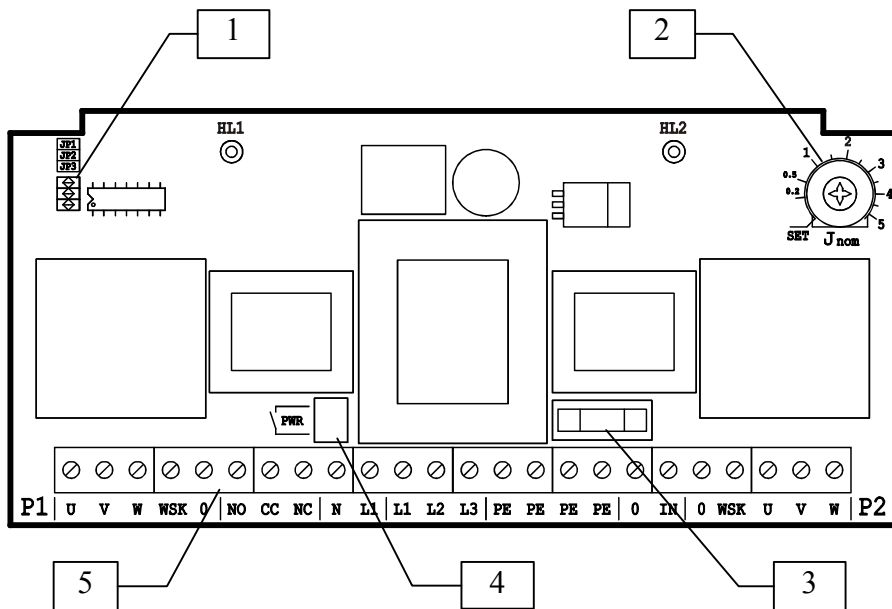
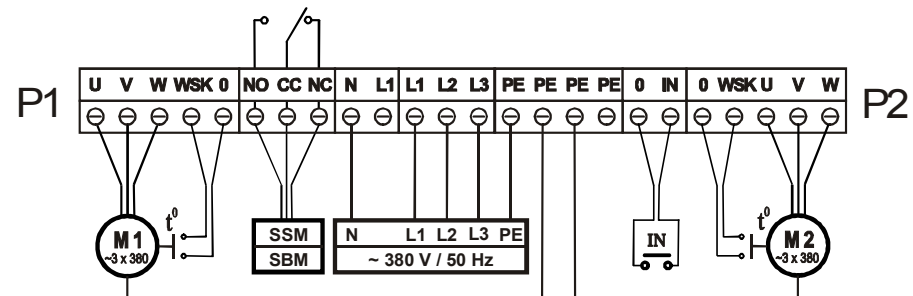
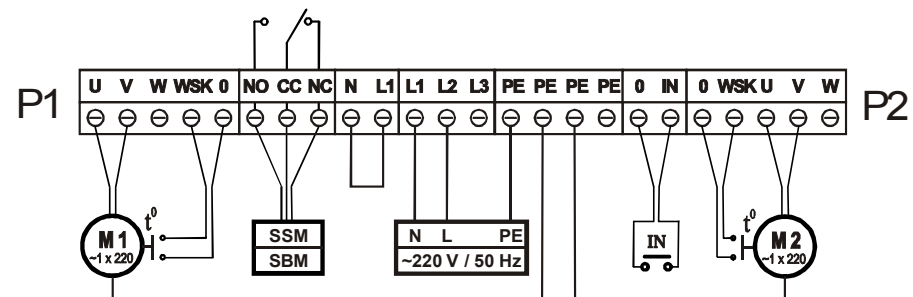

Рис. 2 Внутренний вид прибора
Рис. 3 Схема подключения прибора к трехфазной электросети
Рис. 4 Схема подключения прибора к однофазной электросети
5.2 Внутренний вид прибора (рис. 2)
- для подключения питающей электросети необходимо использовать соответствующие клеммы и кабель с сечением соответствующим току потребляемому двигателями. Схемы подключения питающей электросети в зависимости от количества фаз приведены на рис.3 и рис.4:
L1, L2, L3, N, PE -клеммы для подключения к трехфазной электросети ~380 В,50 Гц (рис.3);
L1, L2, PE - клеммы для подключения к однофазной электросети ~220 В,50 Гц: L2-фаза, L1-нейтраль. Так же необходимо соединить переключкой клеммы N и L1 (рис.4);
- при подключении внешнего устройства сигнализации неисправности/работы используется выход **SSM/SBM** -клеммы **NO**, **CC**, **NC** (рис.3, рис.4). При помощи перемычки **JP3** (рис.2, поз.1), устанавливается тип сигнализации: перемычка установлена – обобщенная сигнализация неисправности, перемычка отсутствует – обобщенная сигнализация работы.
- после электрического подключения необходимо подсоединить клемму основного выключателя к соответствующему разъему на плате прибора (рис.2, поз.4).
- установить при помощи перемычек **JP1**, **JP2** (рис.2, поз.1) время автоматического переключения насосов:
- установить при помощи перемычки **JP3** (рис.2, поз.1) тип обобщенной сигнализации на выходе SSM/SBM:
- произвести регулировку защитного отключения насоса при превышении тока в двигателе с помощью потенциометра номинального тока J_{nom} , (рис.2, поз.2). **Внимание! Не прикладывать чрезмерного усилия при вращении потенциометра!**